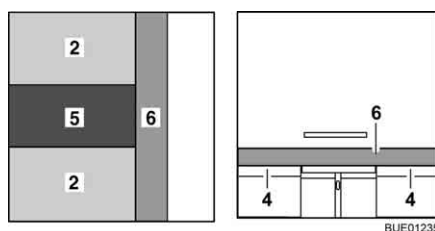

Fig. 93 Dopo la trasformazione
- Posizionare il cuscino aggiuntivo (Fig. 93,5) sul tavolo.
- Appoggiare il cuscino aggiuntivo (Fig. 93,6) sulla prolunga del cassone letto (Fig. 93,4).